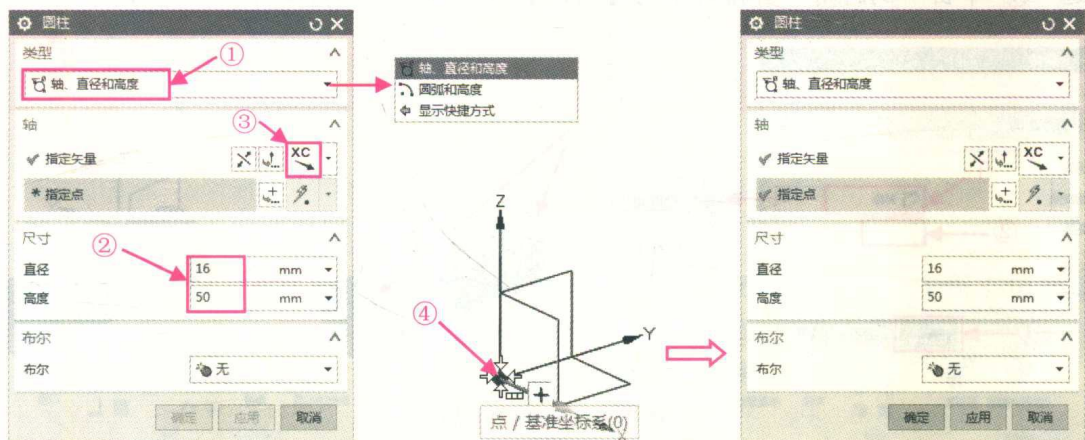

图1-7 圆柱特征的尺寸及方位设置
步骤2 ①在弹出的“圆柱”对话框的“类型”下拉列表框中选择创建圆柱特征的方式为“轴、直径和高度”→②在“直径”和“高度”文本框中分别输入直径“16”、高度“50”→③在“指定矢量”下拉列表框中选择“XC”方向为圆柱特征的轴向→④当“指定点”标签处于激活状态时，在绘图区选择基准坐标系原点为圆柱特征的底面圆心，如图1-7所示。